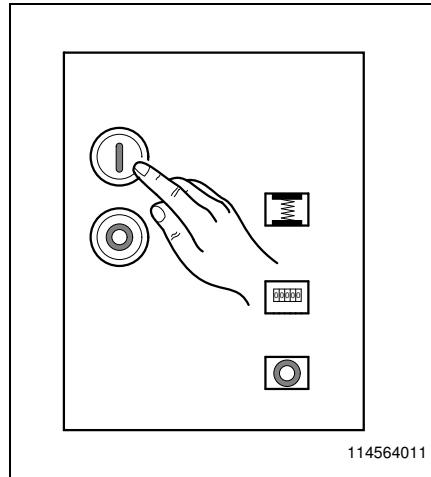

Bild 16
- Den Drucktaster EIN betätigen (Bild 16).